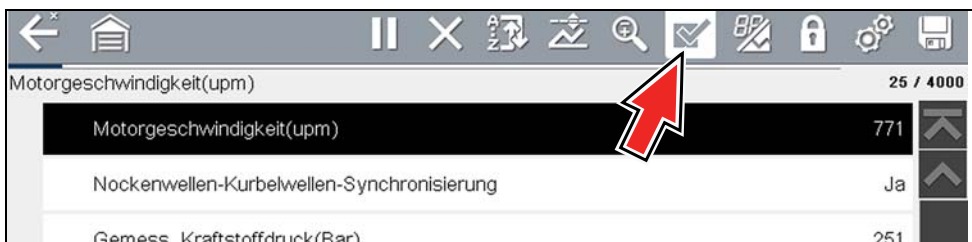

Abbildung 4-16
1. Tippen Sie in der Werkzeugleiste auf **Benutzerdefinierte Datenliste** (Abbildung 4-16).